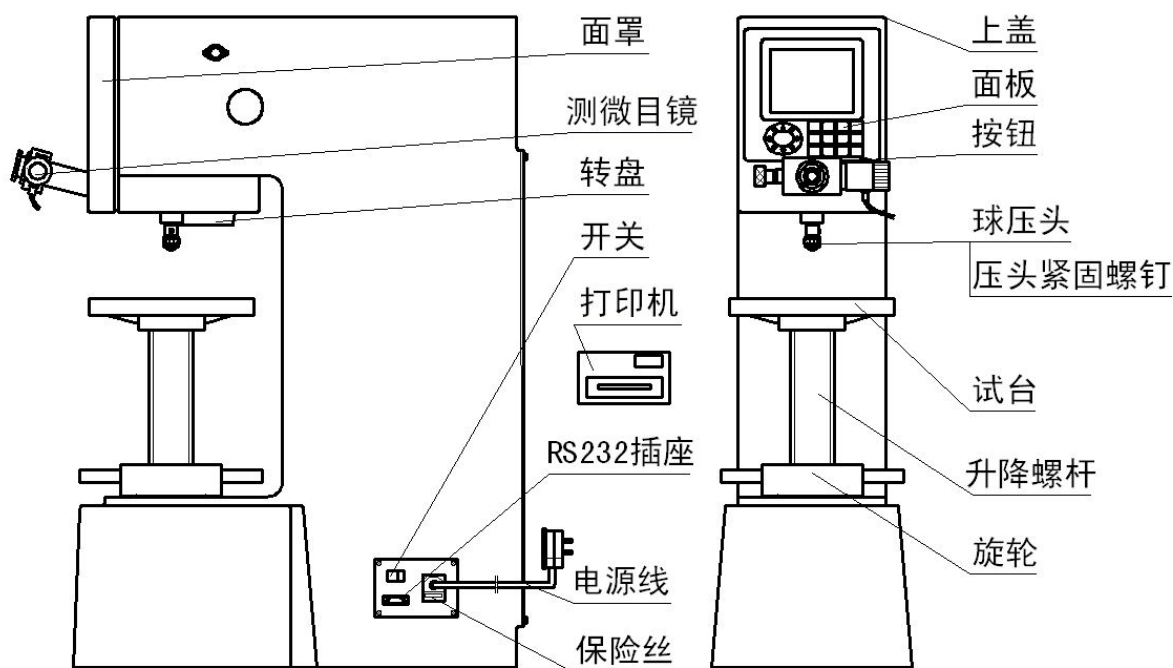

图 3
3.3.1 打开上盖，将固定活动部件的白纱带都解去。去掉升降螺杆和球压头轴之间的垫块。（图 3）。